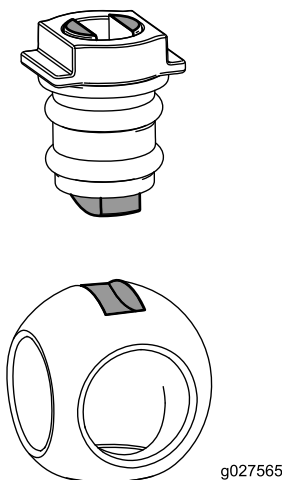

Figura 125
6. Inserte la bola en el cuerpo de la válvula (Figura 125).
Nota: El válvula debe encajar en la ranura de accionamiento de la bola. Si el válvula no encaja, ajuste la posición de la bola (Figura 125).